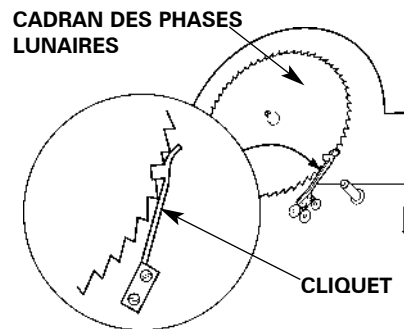

Figure 22
6. Est-ce que le ressort de click à l'arrière du cadran est dans la bonne position ? (Fig. 22)
Si vous n'arrivez toujours pas à faire tourner le cadran lunaire, il se peut que le ressort de cliquet ne soit pas aligné. Les cadrans lunaires ne sont pas tous dotés d'un ressort de cliquet, mais vous pouvez facilement savoir si le vôtre en est doté. Ce ressort se trouve à l'arrière du cadran lunaire. Vous pouvez facilement le localiser en regardant par les panneaux d'accès latéraux, par les portes à charnières ou encore par le panneau d'accès arrière amovible consultez la Figure 22). Au moyen de votre doigt, éloignez le ressort de cliquet d'environ ½ po (1 cm) de la roue dentée du cadran lunaire, puis relâchez-le. Le ressort de cliquet et le cadran devraient se réaligner correctement. Si le ressort de cliquet est bien placé, mais que vous sentez toujours une résistance lorsque vous tentez de faire tourner le cadran lunaire, **NE FORCEZ PAS LE MÉCANISME.**